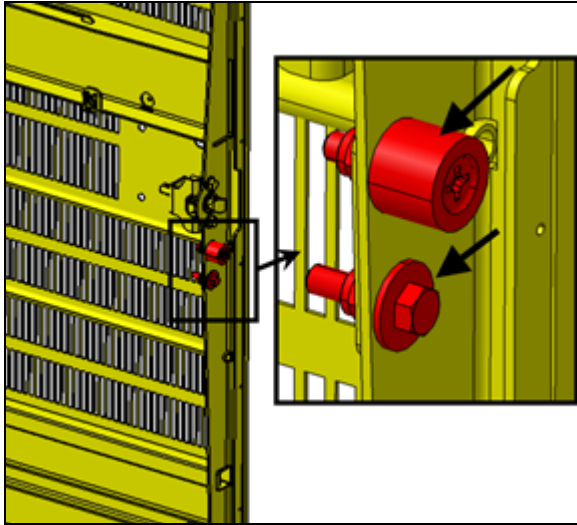

FIGURE 119:
10. Vérifier si les deux éléments identifiés par les flèches sont bien ajustés et que la fermeture de la porte n'est pas trop serrée (Figure 119:).